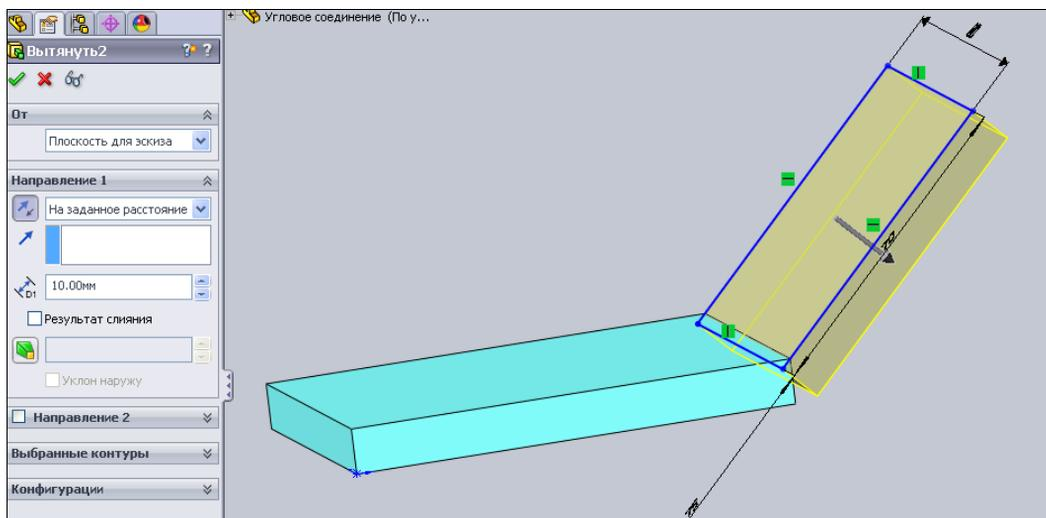

Рис. 5.46
- Теперь выйдите из эскиза и осуществите вытягивание на 10 мм (толщина второй детали). При этом направление вытягивания выберите таким, чтобы у вас получилась деталь, показанная на рис. 5.46.